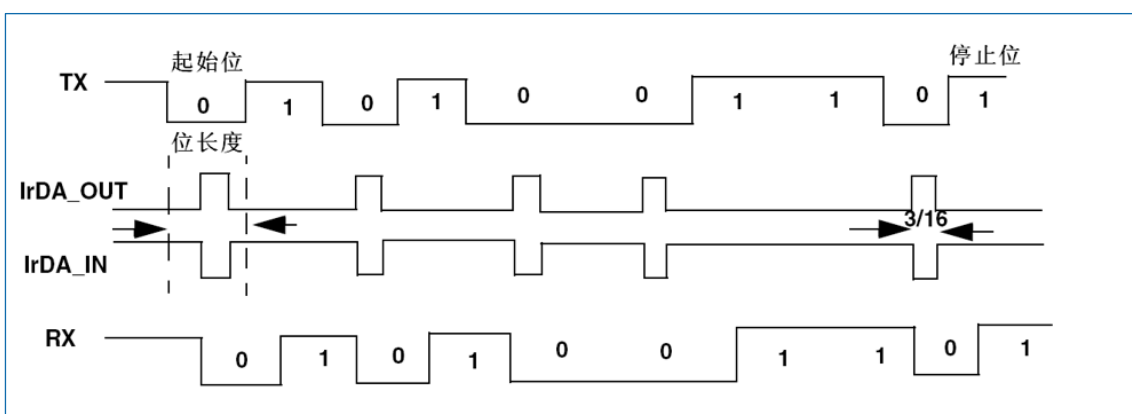

图 21-18 IrDA 数据调制 (3/16) 普通模式
- SIR 发送逻辑把'0'作为高脉冲发送，把'1'作为低电平发送。脉冲的宽度规定为正常模式时位周期的 3/16 (详见图 21-18)。